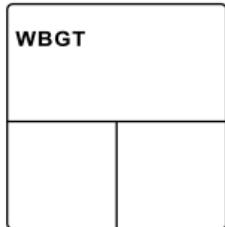

Fig 17
87784型號，主要的顯示熱中暑參數可以是綜合熱中暑指數(WBGT)或熱指數(HI)。當溫度單位設定完成，按[▲]或[▼]鍵來切換WBGT/HI，再按下②鍵確認。(Fig 17 & 18)